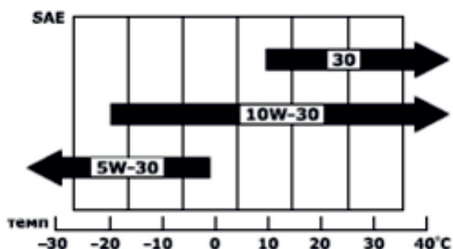

Рис. 29
- Открутите крышку с контрольным щупом маслозаливной горловины, расположенной на корпусе картера двигателя, и протрите щуп от масла (рис. 29).